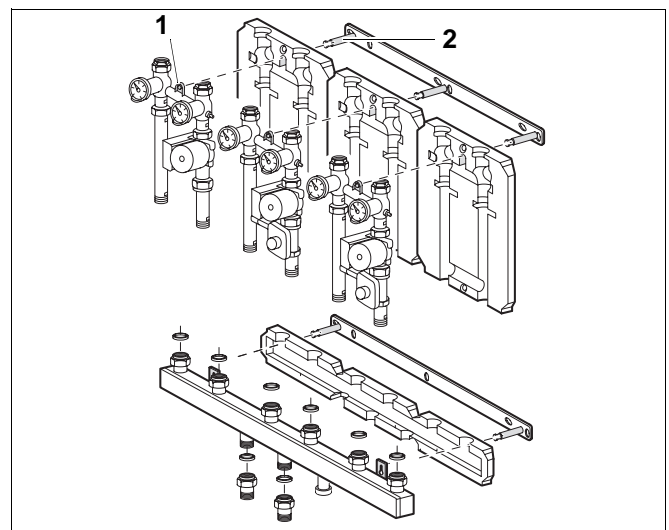

Abb. 8 HS/HSM an Wandhalter
- Heizkreis-Sets HS/HSM mit den Aufhängungen (Abb. 8, Pos. 1) an den Stehbolzen (Abb. 8, Pos. 2) des oberen Wandhalters aufhängen.
- Heizkreis-Sets HS/HSM und Dichtungen mit dem Heizkreis-Verteiler HKV 3 verschrauben (Abb. 8).